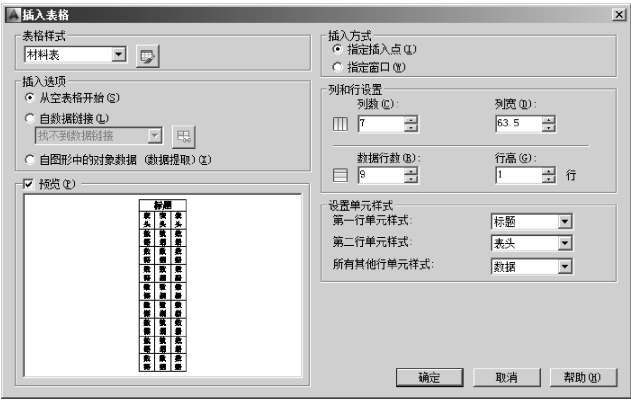

图 5-78 创建表格
3) 在功能区单击“默认”选项卡→“注释”面板→“表格”按钮, 在弹出的“插入表格”对话框中进行相应设置, 创建一个 7 列 9 行的表格, 如图 5-78 所示。